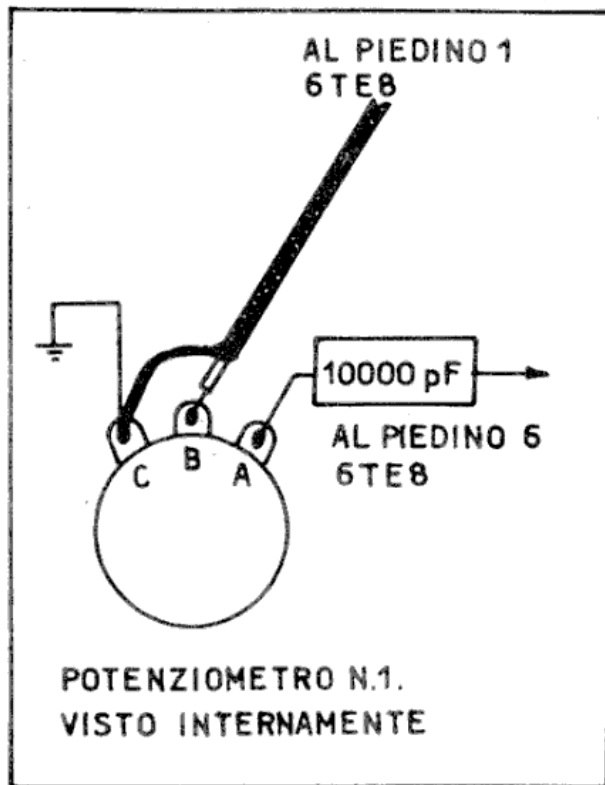

Fig. 6
g) - saldare il condensatore da 10.000 pF dal piedino 6 (placca triodo) alla linguetta A del potenziometro n.1 (fig.6) ;
l) - saldare a massa sulla linguetta C la calza esterna del filo schermato (fig.6) ;